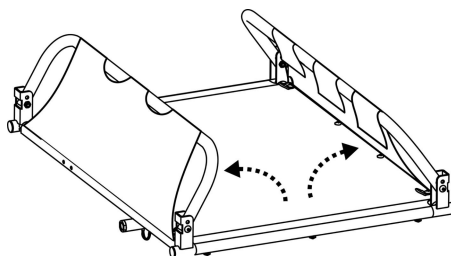

Figura 1
Estrarre il telaio principale del rimorchio e tutti gli altri componenti dal cartone. Sollevare tutti i telai laterali in posizione verticale (Figura 1).
1. Asse a sgancio rapido : rimuovere lo sgancio rapido dal lato sinistro dell'asse posteriore della bicicletta. Installare l'attacco tra lo sgancio rapido e il telaio. Stringere lo sgancio rapido seguendo il manuale del produttore della bicicletta. Il gancio può rimanere sulla bicicletta quando il rimorchio viene rimosso (Figura 1 2).
2. Asse con dadi: svitare il dado con rondella dal lato sinistro dell'asse posteriore della bicicletta. Installare il gancio sull'asse e riavvitare il dado con la rondella (Figura 1 3).